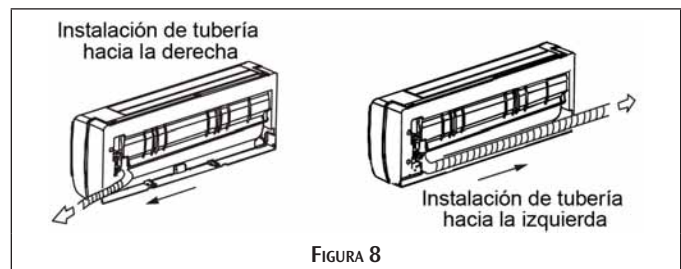

FIGURA 8
7. Para la conexión hacia la izquierda y hacia la derecha, retire del panel lateral la cubierta del caño (figura 8).